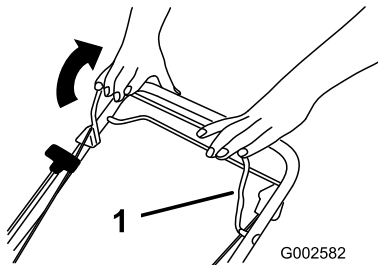

Figura 14
2. Sujete la barra de control de la cuchilla (Figura 14) contra el manillar.